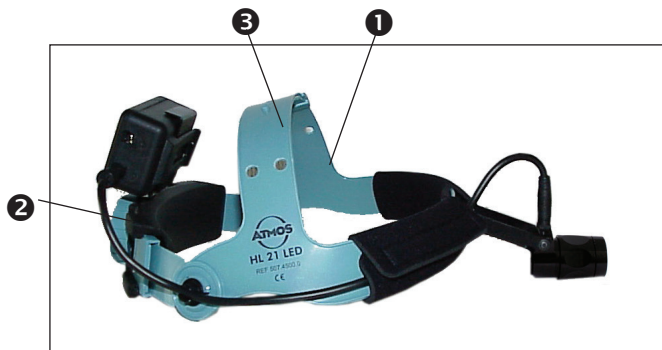

Fig. 2. Fotóforo ATMOS® HL 21 LED
- Para empezar, coloque el fotóforo en una mesa enfrente de usted (❶, Fig. 2).
Dependiendo de la medida de su cabeza gire gradualmente la parte circular situada en la parte trasera del fotóforo hasta que ajuste en su cabeza (❷, Fig. 2).
El puente superior debe ajustarse mediante la pieza que encaja en los orificios que ajustan diferentes medidas (❸, Fig. 2).